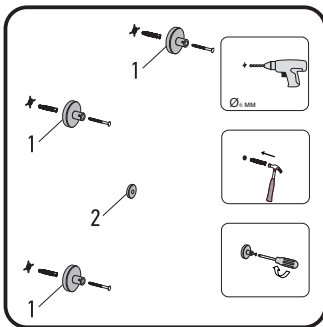

Рис. 12
4.12. Просверлите отверстия в стене соответствующим материалу стены сверлом (рис. 12).
4.13. При помощи крепежных элементов закрепите корпус кронштейна (1) и опорный диск розетки (2) (рис. 12).